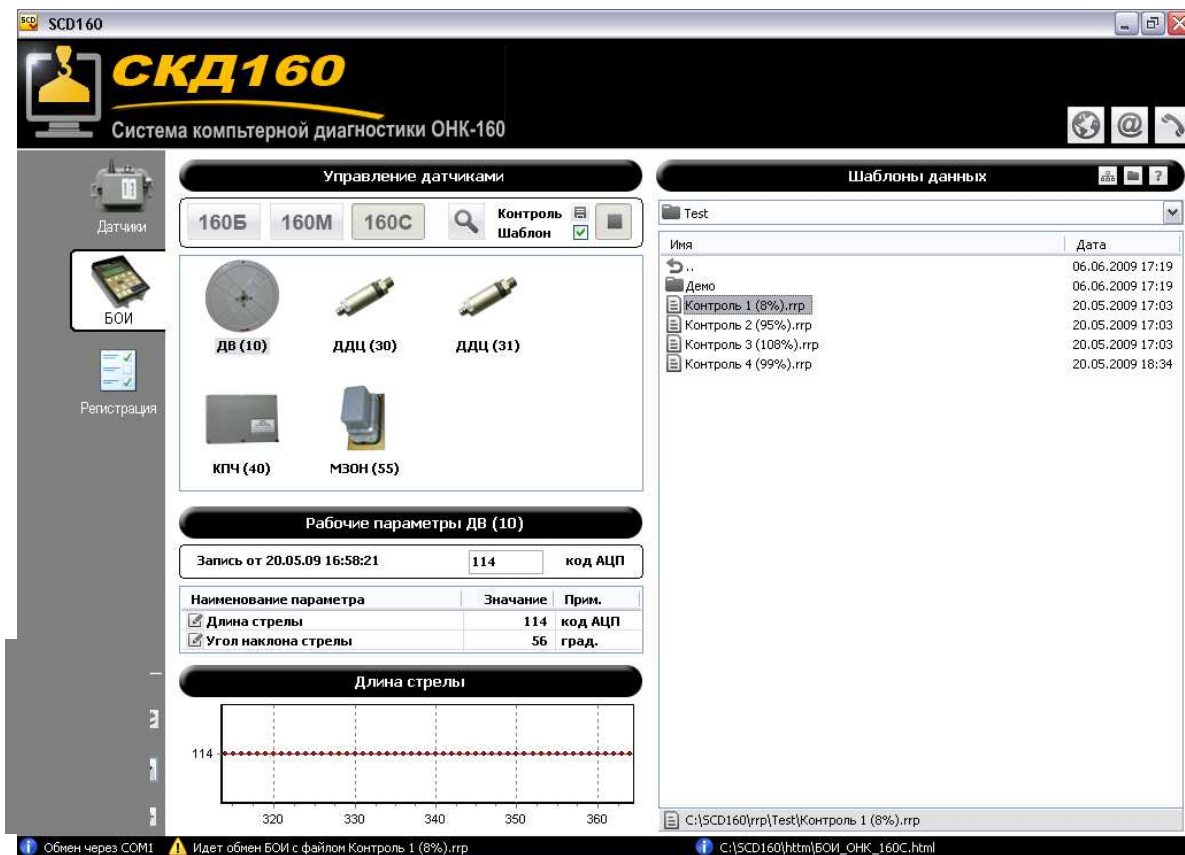

Рисунок 8. Воспроизведение комбинации рабочих параметров из файла.
– вызов панели «Шаблоны данных» (Рисунок 8);
Для загрузки данных из файла «контрольной точки» нажмите в верхней правой части кнопку  для вызова окна «Шаблоны данных» (Рисунок 8). В появившемся проводнике найти необходимый файл и два раза кликнуть его мышью.